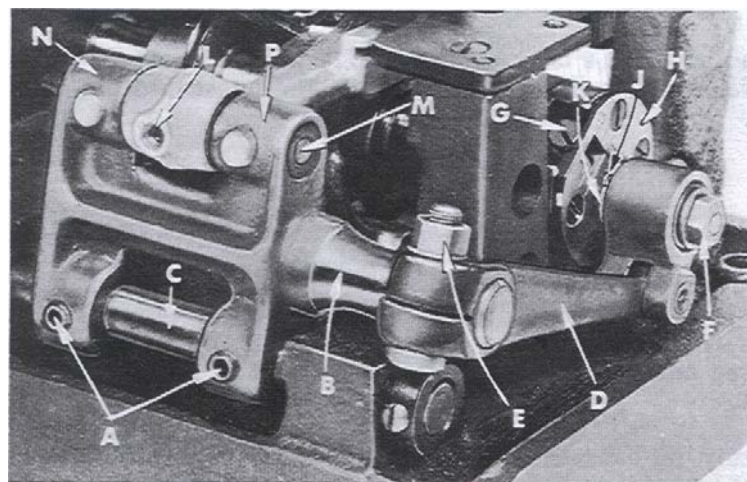

Fig. 11
Right or left adjustment can be made by loosening screws (A, Fig. 11) and slightly moving feed rocker (B) on feed rocker shaft (C) as required, then retighten screws. Check to ensure that feed rocker arm (D) does not bind after adjustment.
Zur seitlichen Einstellung lösen Sie die Schraube (A, Fig. 11) und verschieben den Transportrahmen (B) auf der Transportrahmenwelle (C), je nach Bedarf, ein wenig nach rechts oder links, dann ziehen Sie die Schrauben wieder an. Prüfen Sie, daß nach dieser Einstellung der Transportantriebsarm (D) nicht klemmt.
Forward or rearward centering of feed dog can be accomplished by loosening nut (E, Fig. 11), move feed rocker (B) as required and retighten nut.
Zum Vermitteln des Transporteurs nach vorne oder hinten lösen Sie die Mutter (E, Fig. 11) und verschieben den Transportrahmen (B) entsprechend. Ziehen Sie die Mutter wieder an.
Set the stitch to required length. This is accomplished by loosening lock nut (F, Fig. 11) 1/2 turn (it has left hand thread) on the end of the stitch regulating stud and turning stitch adjusting screw (G) located under the left end of the cloth plate in the head of the main shaft (H), which is marked "L" and "S". Turning the screw in a clockwise direction shortens the stitch (moves stitch regulation stud toward the "S") and turning it in a counterclockwise direction lengthens the stitch (moves stitch regulator stud toward the "L"). Retighten the lock securely. To prevent destructive damage to feed drive bearing, key screw (J) must engage the "U" shaped key slot in ferrule (K).
Stellen Sie den Stich auf die gewünschte Länge ein. Dazu lösen Sie die Feststellmutter (F, Fig. 11) (sie hat Linksgewinde) am Ende des Stichstellbolzens um 1/2 Umdrehung und drehen an der Sticheinstellschraube (G), die sich unter dem linken Ende der Stoffplatte im Hauptwellenkopf (H) befindet, der mit "L" und "S" bezeichnet ist. Drehen der Schraube im Uhrzeigersinn verkürzt den Stich (der Stichstellbolzen wird zum "S" hin bewegt), drehen im Gegenuhrzeigersinn verlängert den Stich (der Stichstellerbolzen wird zum "L" hin bewegt). Ziehen Sie die Feststellmutter wieder gut an. Damit das Transportantriebsgelenk nicht zerstört wird, muss die Mitnehmerschraube (J) in den "U"-förmigen Ausschnitt der Hülse (K) eingreifen.